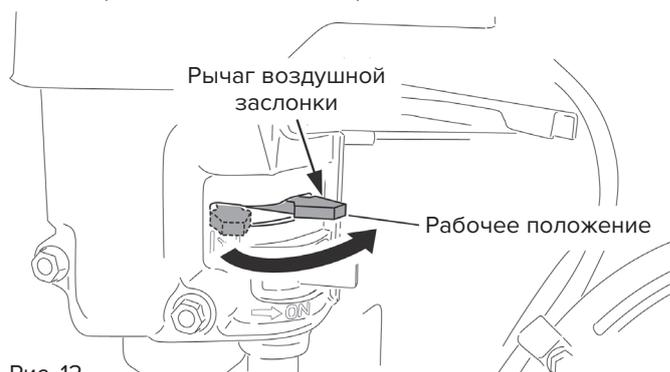

Рис. 12
7. После пуска двигателя постепенно верните воздушную заслонку в открытое положение (рис. 12). Перемещая воздушную заслонку в рабочее положение, убедитесь, что обороты двигателя устойчивые.